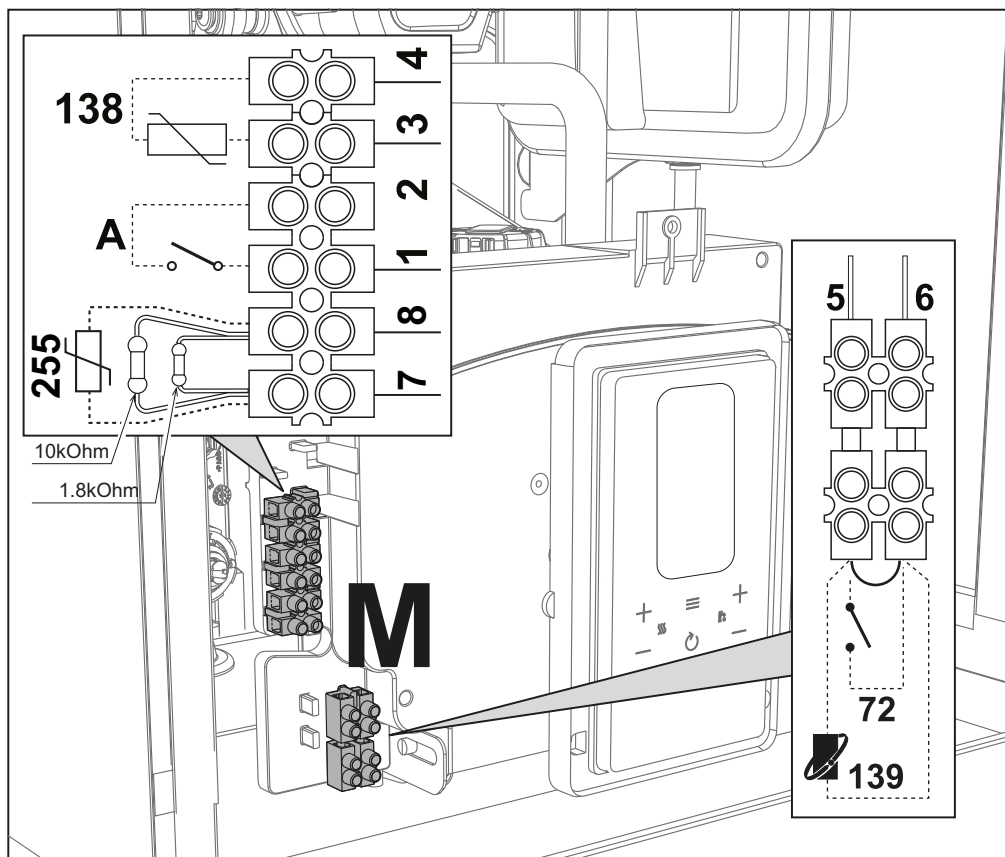
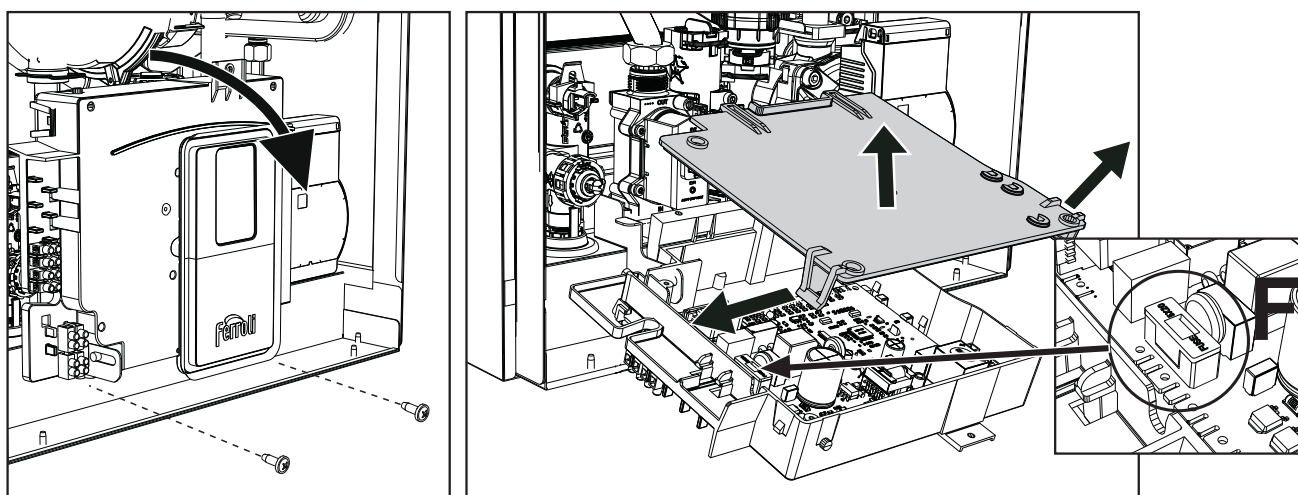

рис. 29
рис. 30
После снятия передней панели ("Открытие передней панели" на стр. 44) можно получить доступ к клеммным колодкам (М) и предохранителю (F), следуя инструкциям, описанным ниже (рис. 29 и рис. 30). Клеммы, указанные в рис. 29, должны иметь чистые контакты (не 230 В). Расположение зажимов и их назначение показаны также на электрической схеме на рис. 77.
Конфигурация выключателя ON/OFF (А рис. 29)**Таблица 4- Настройки выключателя А**